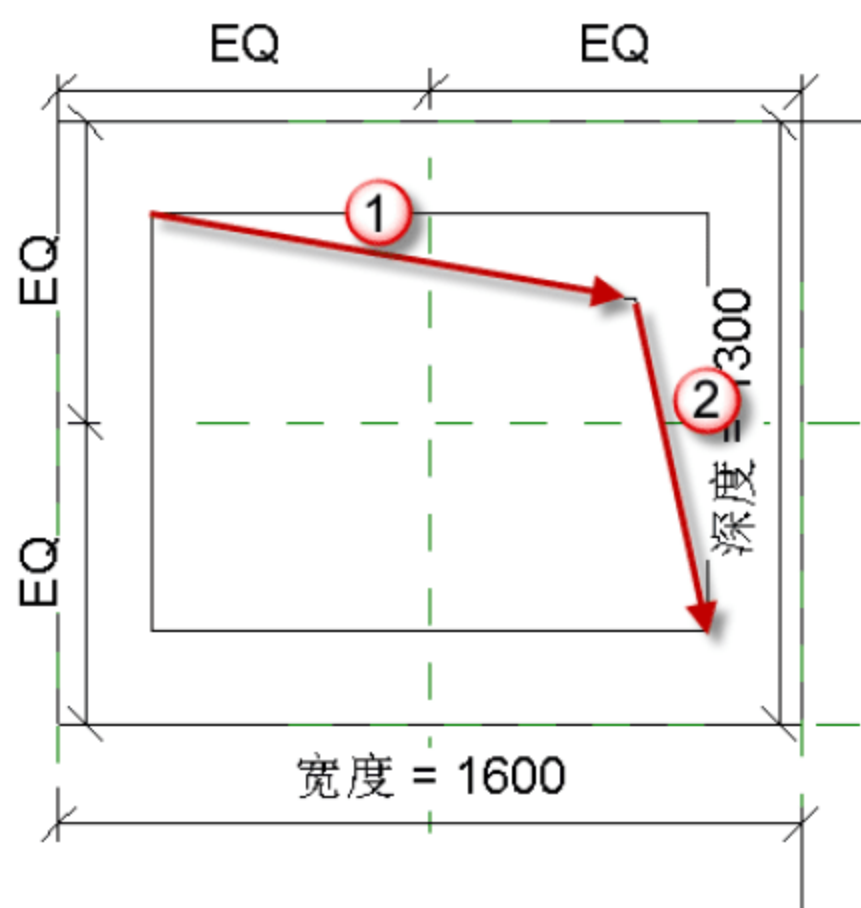

图 12.3.9 绘制镂空符号
(7) 绘制镂空符号。选择“注释”→“符号线”命令，然后绘制风道的镂空符号，如图 12.3.9 所示。